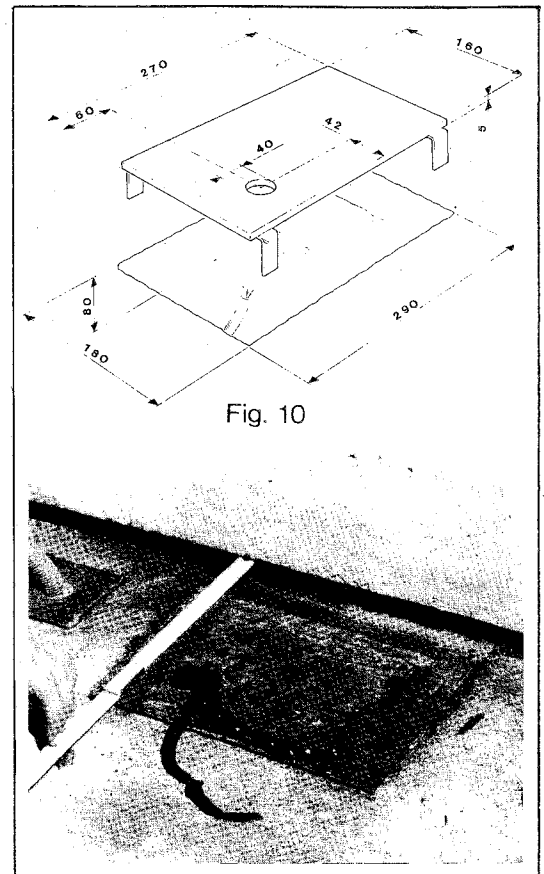

Fig. 10
- eseguire gli scavi per gli ancoraggi della piastra di fondazione e per una guaina di plastica flessibile di diametro minimo di 20 mm., che consenta il passaggio dei cavi di collegamento tra il motoriduttore e l'alimentazione elettrica e gli accessori esterni; tener presente che la guaina deve essere inserita nel foro della piastra (fig. 10).